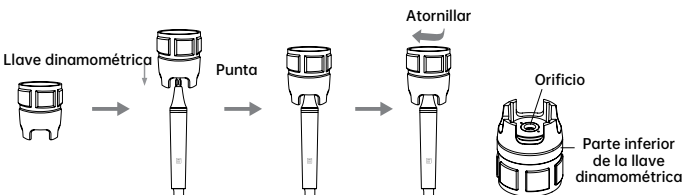

Imagen 3
- Coloque la punta en la llave dinamométrica y móntela o desmóntela como se muestra en la imagen 3.
- 3.1.2. Seleccione la punta adecuada según la necesidad y ajústela con la llave (ver Imagen 3). Elija la potencia adecuada para cada tipo de punta (consulte la "TABLA DE POTENCIA DE FUNCIONAMIENTO DE LAS PUNTAS").